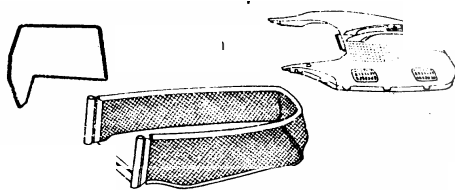

Fig. 10
1. Elementen van de gasopvang (Fig.10)